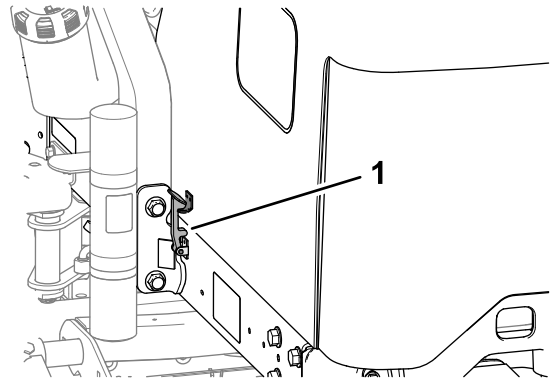

Bild 54
2. Klappen Sie die Motorhaube nach oben und hinten (Bild 54).